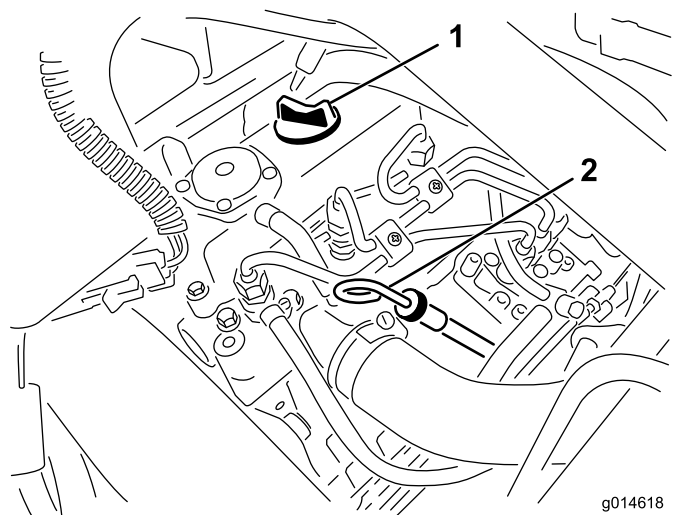

Рисунок 28
- Выньте масломерный щуп и протрите его чистой ветошью (Рисунок 28).